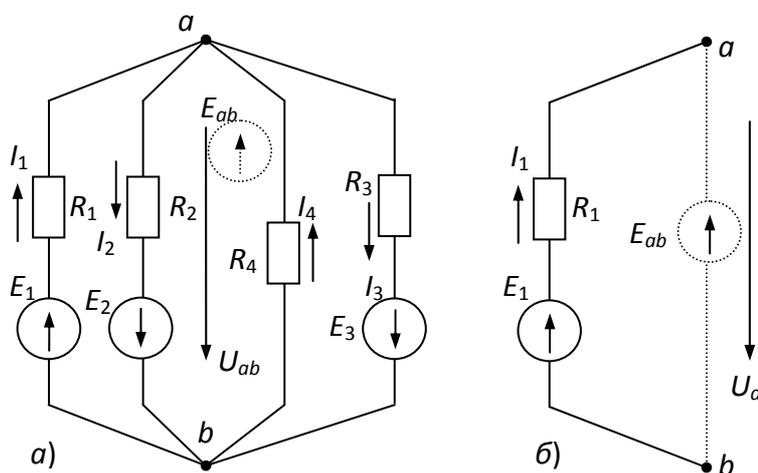

Рис. 3.1. Сложная схема
*Метод двух узлов* применяется для расчета электрических цепей, имеющих два узла, между которыми включены активные и пассивные ветви (рис. 3.1). Идея метода состоит в определении по расчетной формуле напряжения  $U_{ab}$  между узлами  $a$  и  $b$ . Вывод этой формулы приведен ниже. Знание напряжения  $U_{ab}$  позволяет по закону Ома (или по второму закону Кирхгофа) для замкнутого контура определить искомые токи в ветвях расчетной схемы электрической цепи. На рис. 3.1б для примера показан один из замкнутых контуров, позволяющий определить ток  $I_1$ . Аналогично определяются и другие токи в контурах: